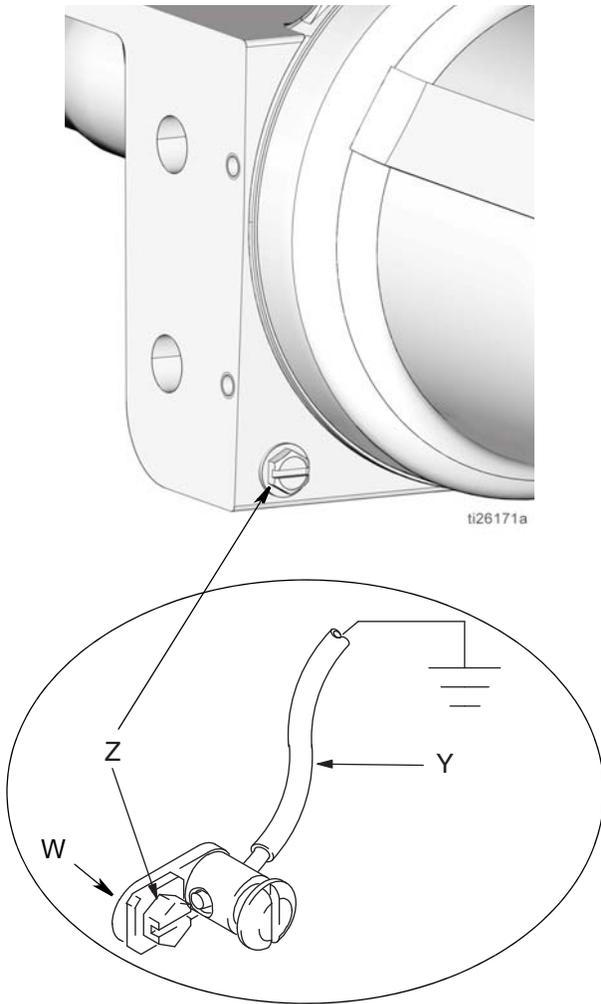

图 2
泵接地：拆下泵底座背后的接地螺丝 (Z)，将其插入，穿过接地线 (Y) 端头处环端子 (W) 的孔眼。将接地螺丝 (Z) 固定回泵上并拧紧。将接地线的另一端连接到实际接地端。参见 图 2。